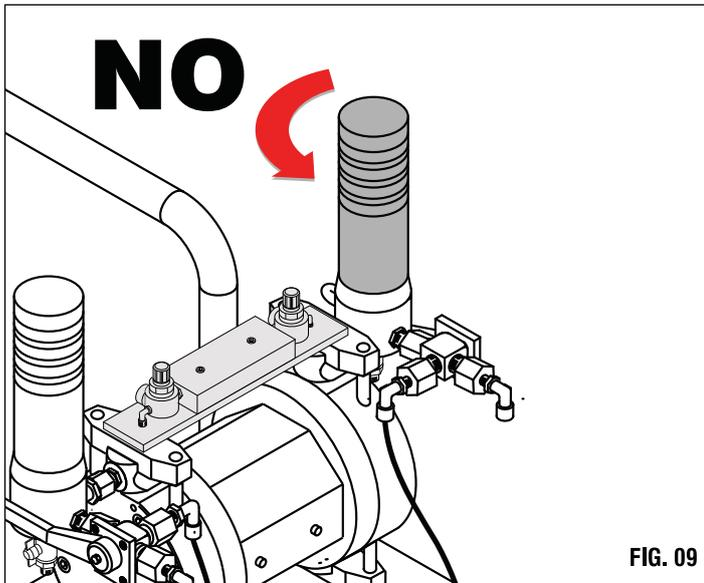

FIG. 09
- 5) Non tentare mai di rimuovere l'accumulatore del Filtro polmone con la pompa in funzione (fig.09).